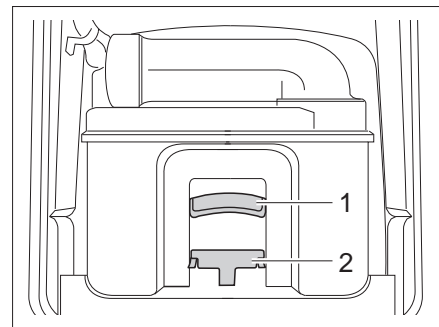

Bild 261 Thetford-kassetten
- Dra hållbygeln (Bild 261,2) framåt för att låsa upp toalett-kassetten och dra ut kassetten i handtaget (Bild 261,1).